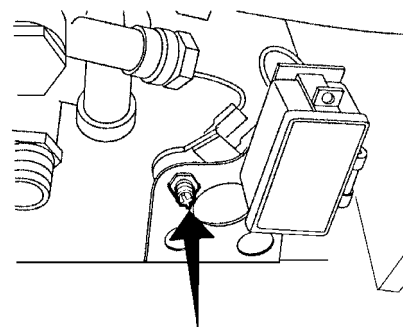

Рис.6
- для моделей с автоматическим розжигом (Идрабаньо 11i/14i/17i) необходимо нажать кнопку сброса блокировки (см. рис. 6). **Включать водонагреватель можно не ранее чем через 10 минут после срабатывания предохранительного устройства.**